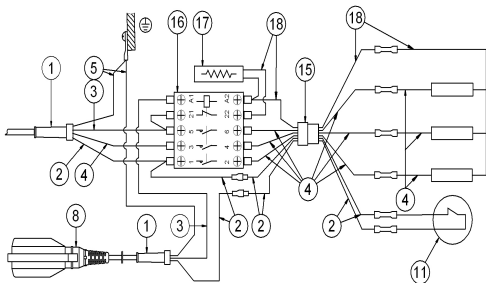

Fig.1
- Respecter la correspondance des couleurs de la figure 1.